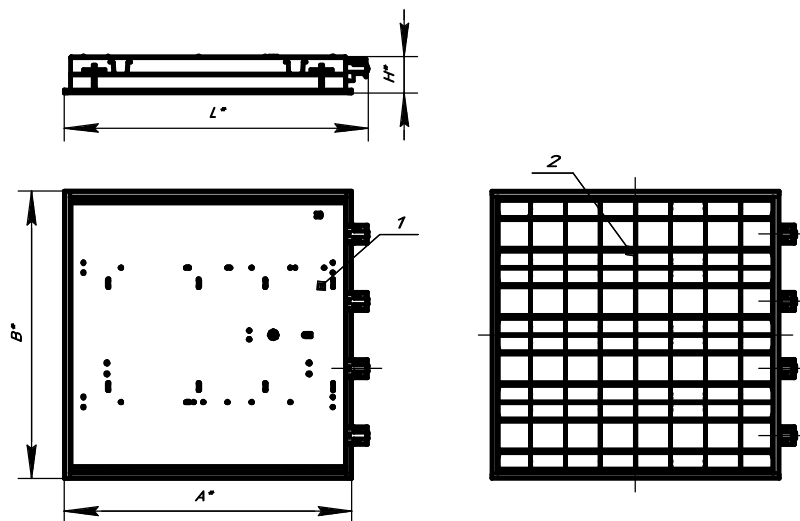

Рисунок 1: 1. Корпус в сборе,
4.1 Светильник состоит: из корпуса в сборе поз. 1, в котором размещена электрическая схема; зеркальной решётки поз. 2 рисунок 1.
6.2. Снимите решётку поз. 2 рисунок 1 из пазов скоб, расположенных по углам корпуса поз. 1 на 25-30 мм.
6.9. Установите решётку поз. 2 рисунок 1 на корпус поз. 1, предварительно вставив концы пружин в пазы скоб корпуса и подсоедините заземляющий провод решётки к корпусу в сборе.